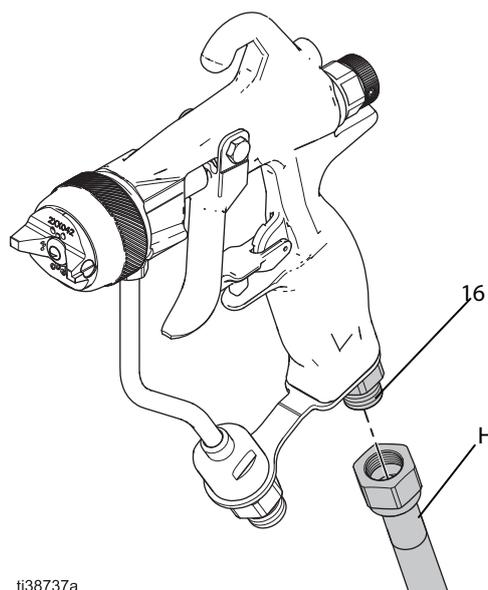

Рис. 4: Подсоедините шланг для подачи воздуха к краскораспылителю
1. Подключите шланг подачи воздуха в краскораспылитель (Н) к впускному каналу подачи воздуха в краскораспылитель (16). См. Рис. 4.